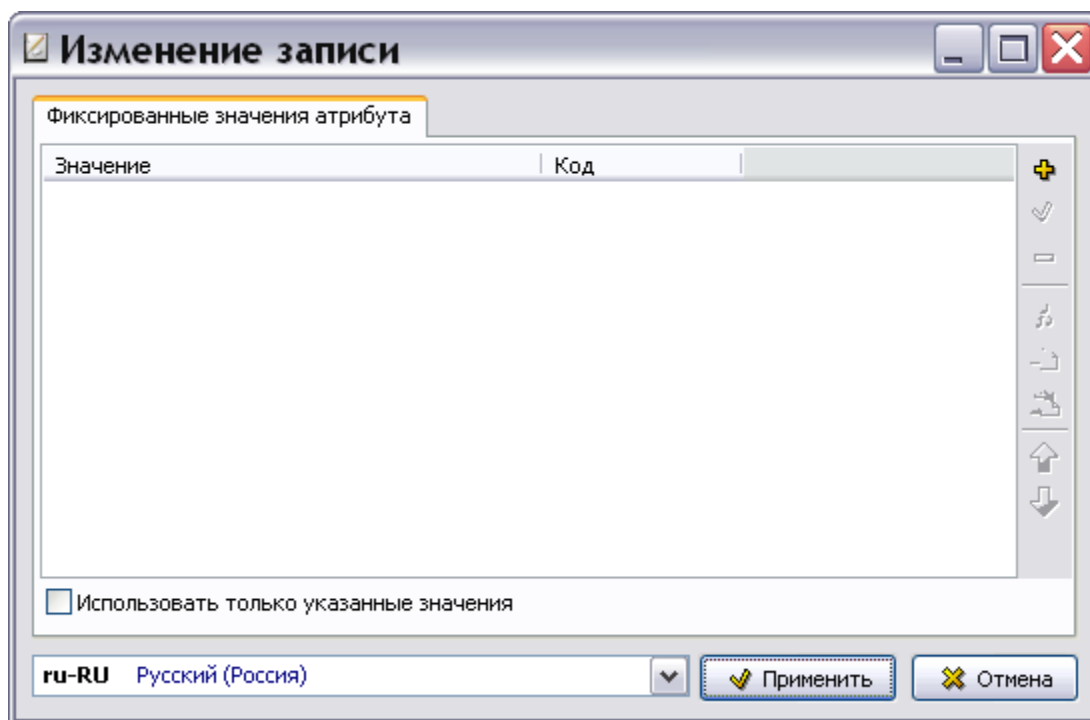

Рис. 3.23
1. Нажмите на кнопку **Возможные значения атрибута**. После этого появится окно **Изменение записи** с открытой вкладкой **Фиксированные значения атрибута** (Рис. 3.23).